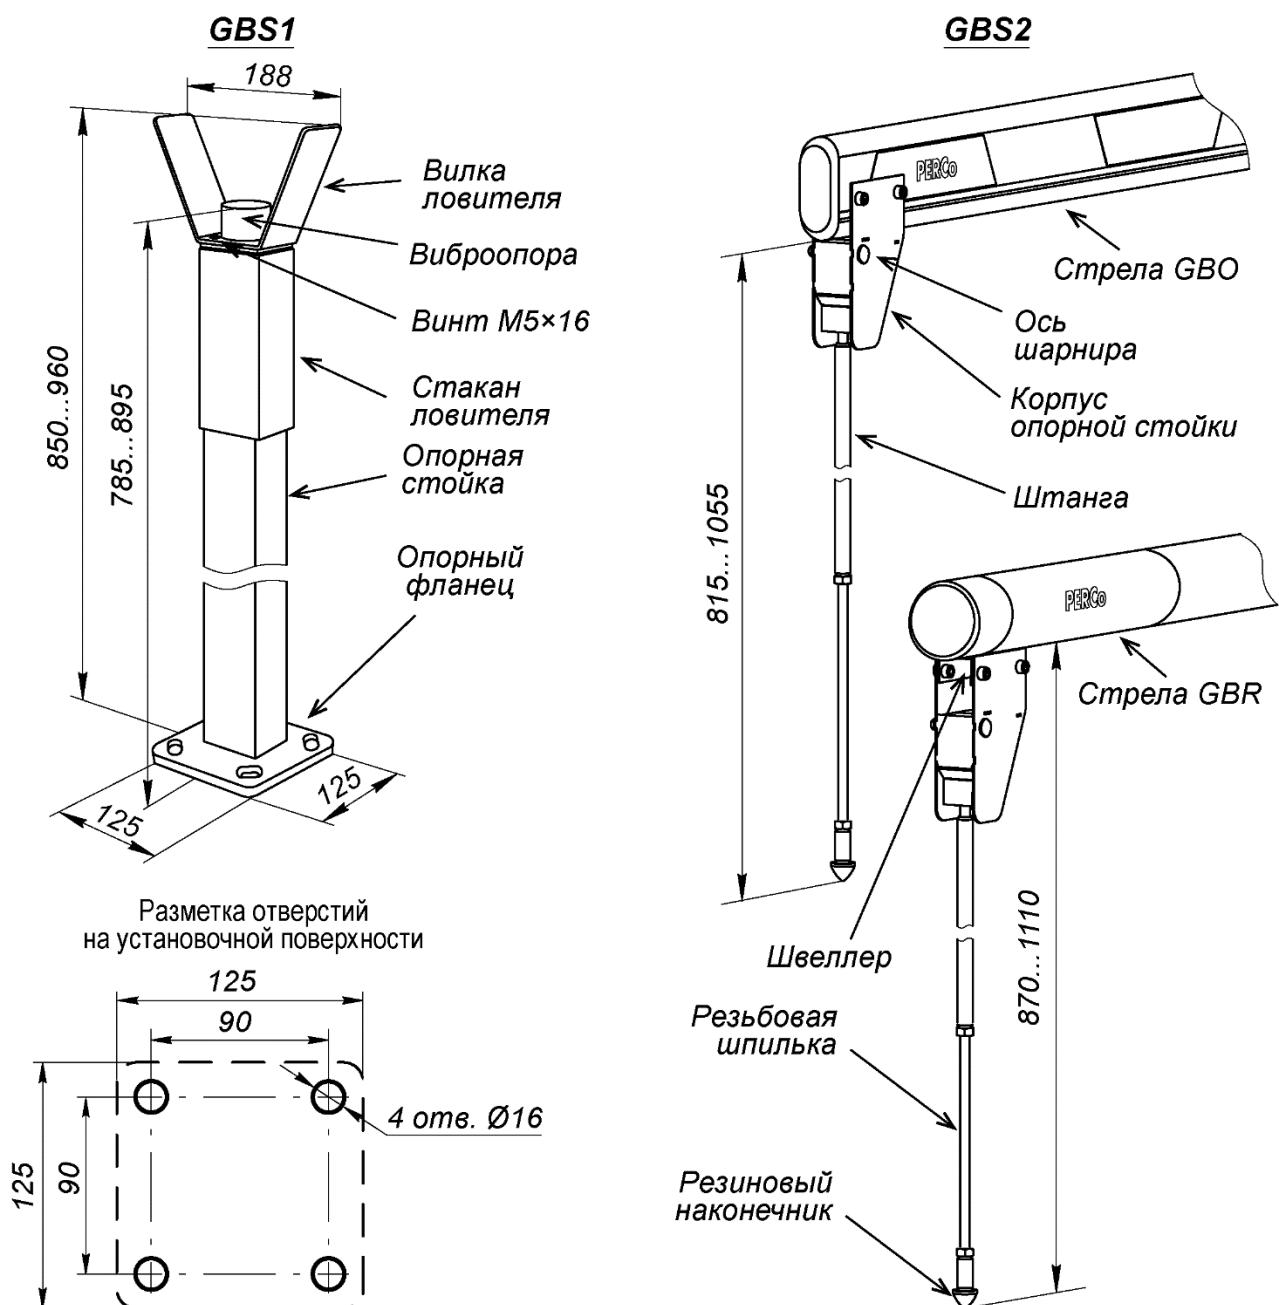

Рисунок 20. Внешний вид опорных стоек **PERCo-GBS1** и **PERCo-GBS2**
При необходимости, а также при длине стрелы более 3 метров, устанавливается опорная стойка с ловителем стрелы **PERCo-GBS1**. Опорная стойка **PERCo-GBS1** состоит из стойки прямоугольного сечения с опорным фланцем и ловителя стрелы (см. рис. 20).
1. Выполните в установочной поверхности отверстия в соответствии с разметкой (см. рис. 20). Ось опорной стойки должна совпадать с продольной осью стрелы шлагбаума (обращаем внимание, не с осью стойки шлагбаума!, см. рис. 7). Размер отверстий на схеме указан для анкеров типа PFG IH10 («SORMAT»), при использовании других типов анкеров необходимо выполнять отверстия соответствующих им диаметра и глубины.
Вместо стационарной стойки **PERCo-GBS1** можно использовать подвесную опорную стойку **PERCo-GBS2**, которая крепится непосредственно на стреле шлагбаума (см. рис. 20). В вертикальном положении стрелы подвесная стойка складывается под собственным весом. При монтаже на прямоугольно-овальной стреле **PERCo-GBO** в стреле необходимо будет просверлить два сквозных отверстия под болты крепления корпуса опорной стойки. На круглой стреле **PERCo-GBR** необходимо предварительно закрепить на заклепках монтажный швеллер из комплекта поставки опорной стойки (см. Инструкцию по монтажу из комплекта подвесной стойки), на который затем монтируется корпус опорной стойки.